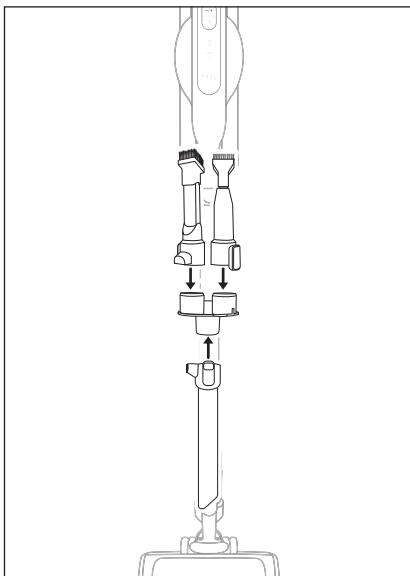

Fig. 20
- ◆ Fjern tilbehøret fra produktet, og sæt det på tilbehørsholderen ⑯ til opbevaring (se fig. 20).